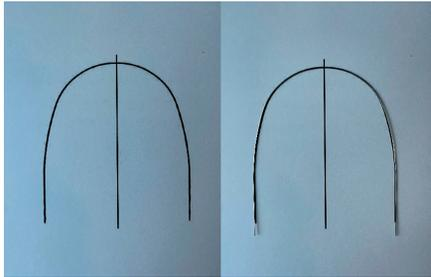

Figura 1.2.4.
- ~ Marcar la línea media (figura 1.2.4).